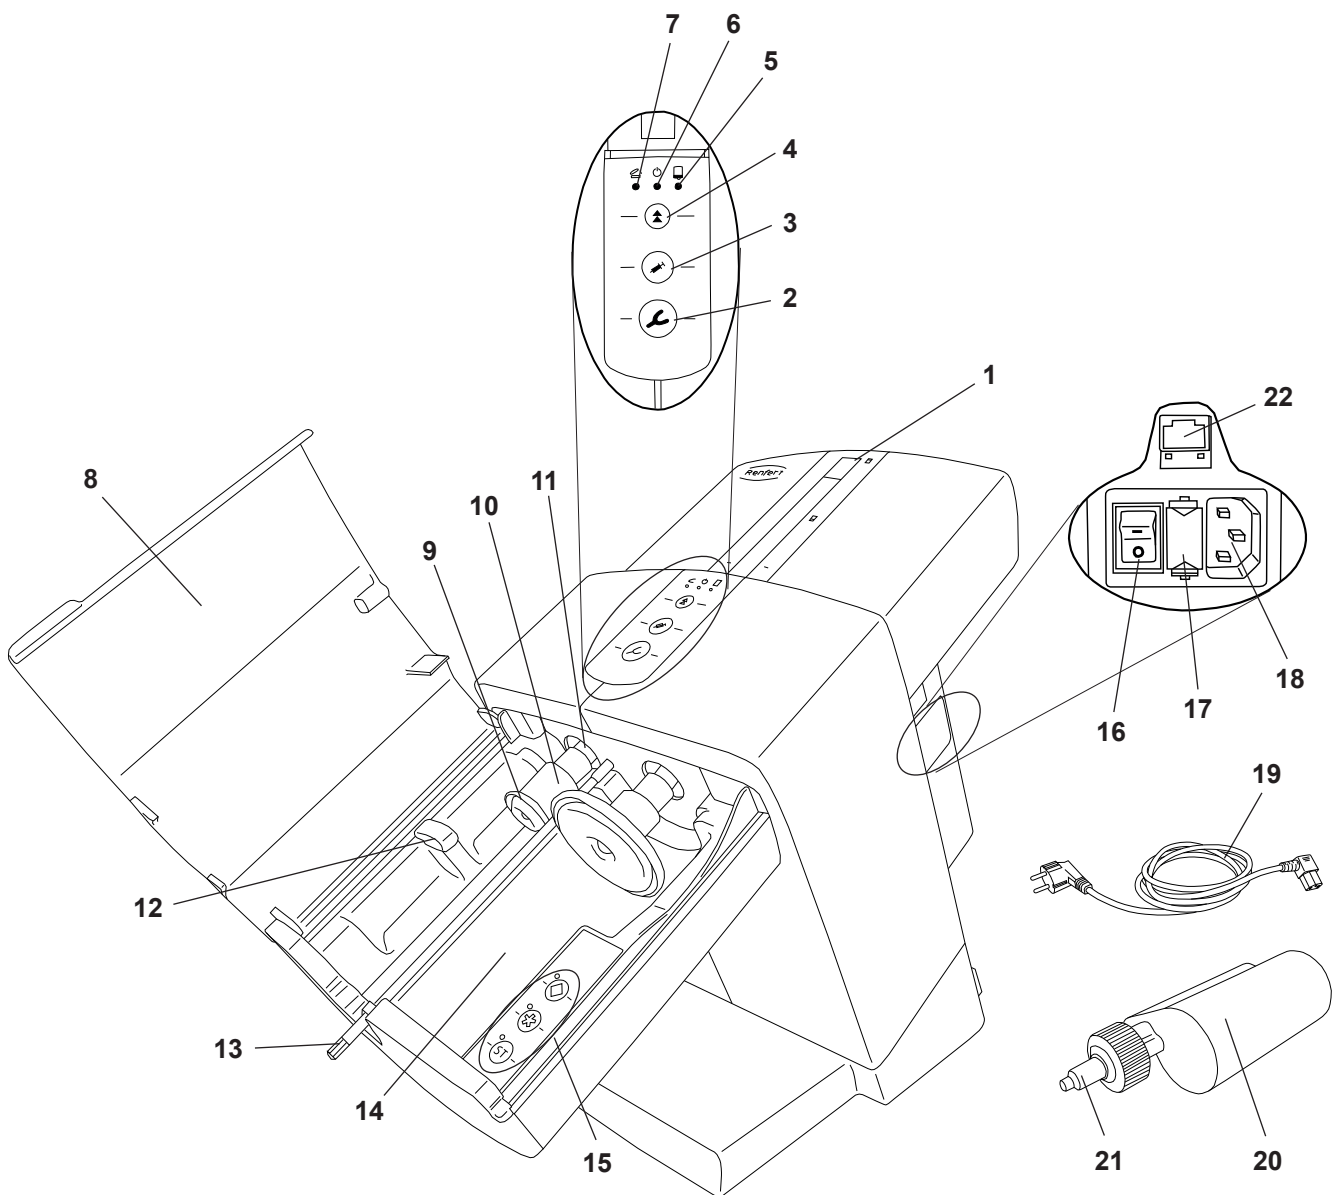

Fig. 1
- ⇒ Conectar el cable de red provista (19, Fig. 1) en el conector de red (18).
- ⇒ Encender el dispositivo con el interruptor de red (16).
- ⇒ Cerrar la tapa del dispositivo (8, Fig. 1).
- ⇒ Pulsar la tecla de retroceso (4).
- ◆ Desplazar los platos de presión (9, Fig. 1) y detenerlos en la posición inicial.
- ⇒ Retirar las piezas de seguridad de transporte (23).
El cartucho solo se puede insertar y cambiar cuando los dos platos de presión (9, Fig. 1) están en la posición inicial.
⇒ Cerrar la tapa del dispositivo (8, Fig. 1).
⇒ Abrir la tapa del dispositivo (8, Fig. 1).
⇒ La tapa del dispositivo solo se puede cerrar si el cartucho está correctamente insertado. Si la tapa del dispositivo no está correctamente cerrada, se encenderá el diodo rojo “Tapa del dispositivo abierta” (7, Fig. 1).
♦ El hexágono de mezcla (13, Fig. 1) empieza a girar y se acopla automáticamente en la boquilla de mezcla (21, Fig. 1). A continuación, vuelve a detenerse.